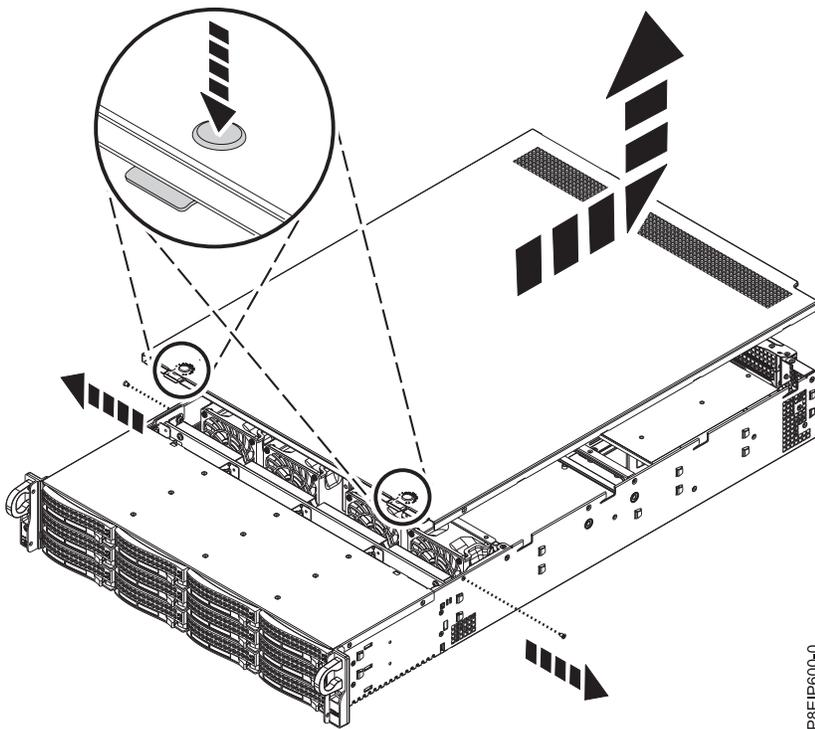

Abbildung 95. Abdeckung entriegeln und öffnen
3. Drücken Sie auf die beiden Tasten auf der oberen Abdeckung, um die Verriegelungen zu entriegeln (siehe Abb. 95) und drücken Sie die Abdeckung wieder etwa 1 cm tief bis zum Anschlag hinein. Wenn sich die Tasten nicht einfach nach unten drücken lassen, bauen Sie die Laufwerke direkt unter den Tasten teilweise aus.